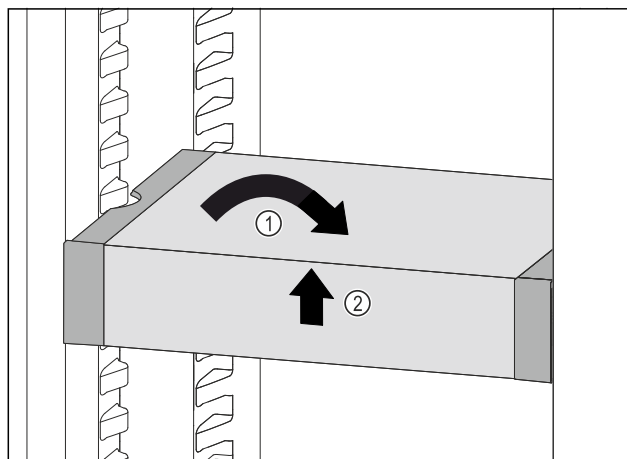

Fig. 95
- ▶ VarioSafe ustawić prosto. Fig. 95 (1)
- ▶ VarioSafe unieść z przodu. Fig. 95 (2)